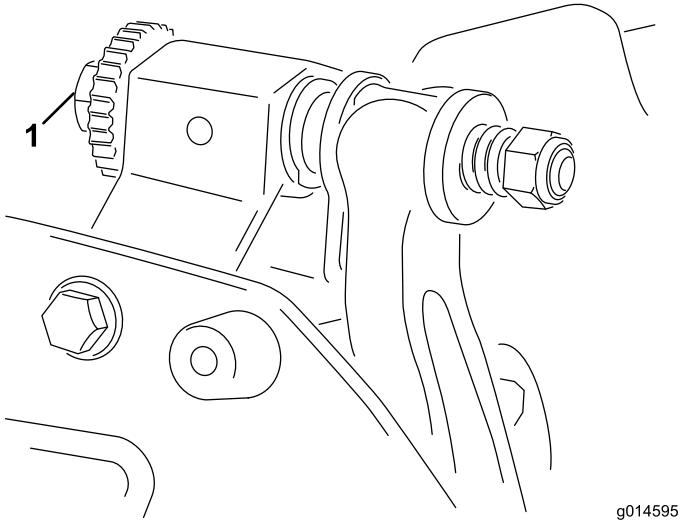

Bild 9
2. Einstellschraubenmutter für Untermesser (2)
- Wenn Sie keinen Kontakt feststellen können, drehen Sie die Einstellschrauben des Untermesserträgers um jeweils eine Kerbe nach rechts, Bild 9 bis Sie leichten Kontakt spüren und hören.
6. Drehen Sie die Einstellschraube des rechten Untermesserträgers (Bild 9), bis Sie einen leichten Druck (d. h. Widerstand) an der Beilagscheibe spüren, wenn Sie sie von einer zur anderen Seite verschieben. Entfernen Sie die Beilagscheibe.